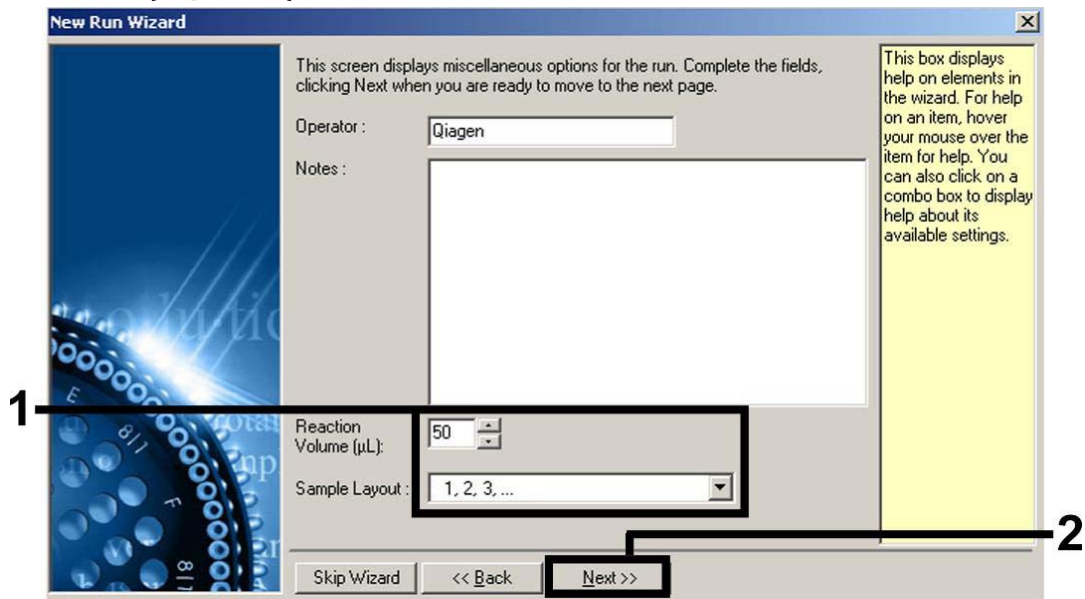

Figure 2. Définition des paramètres généraux d'analyse.
7. Sélectionner 50 pour le volume de réaction de la PCR et cliquer sur « Next » (Figure 2).